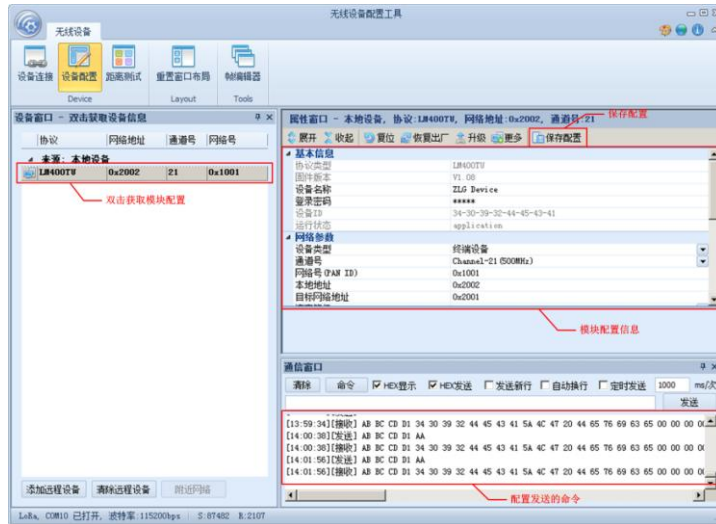

图 7-2 模块配置页面
2. 选择【设备配置】页面，可查看到设备的配置信息，通过双击左边的【本地设备】列表，可重新获取模块的配置信息，根据实际应用修改模块的参数后，点击【保存配置】即完成模块的配置，如图 7-2 所示。